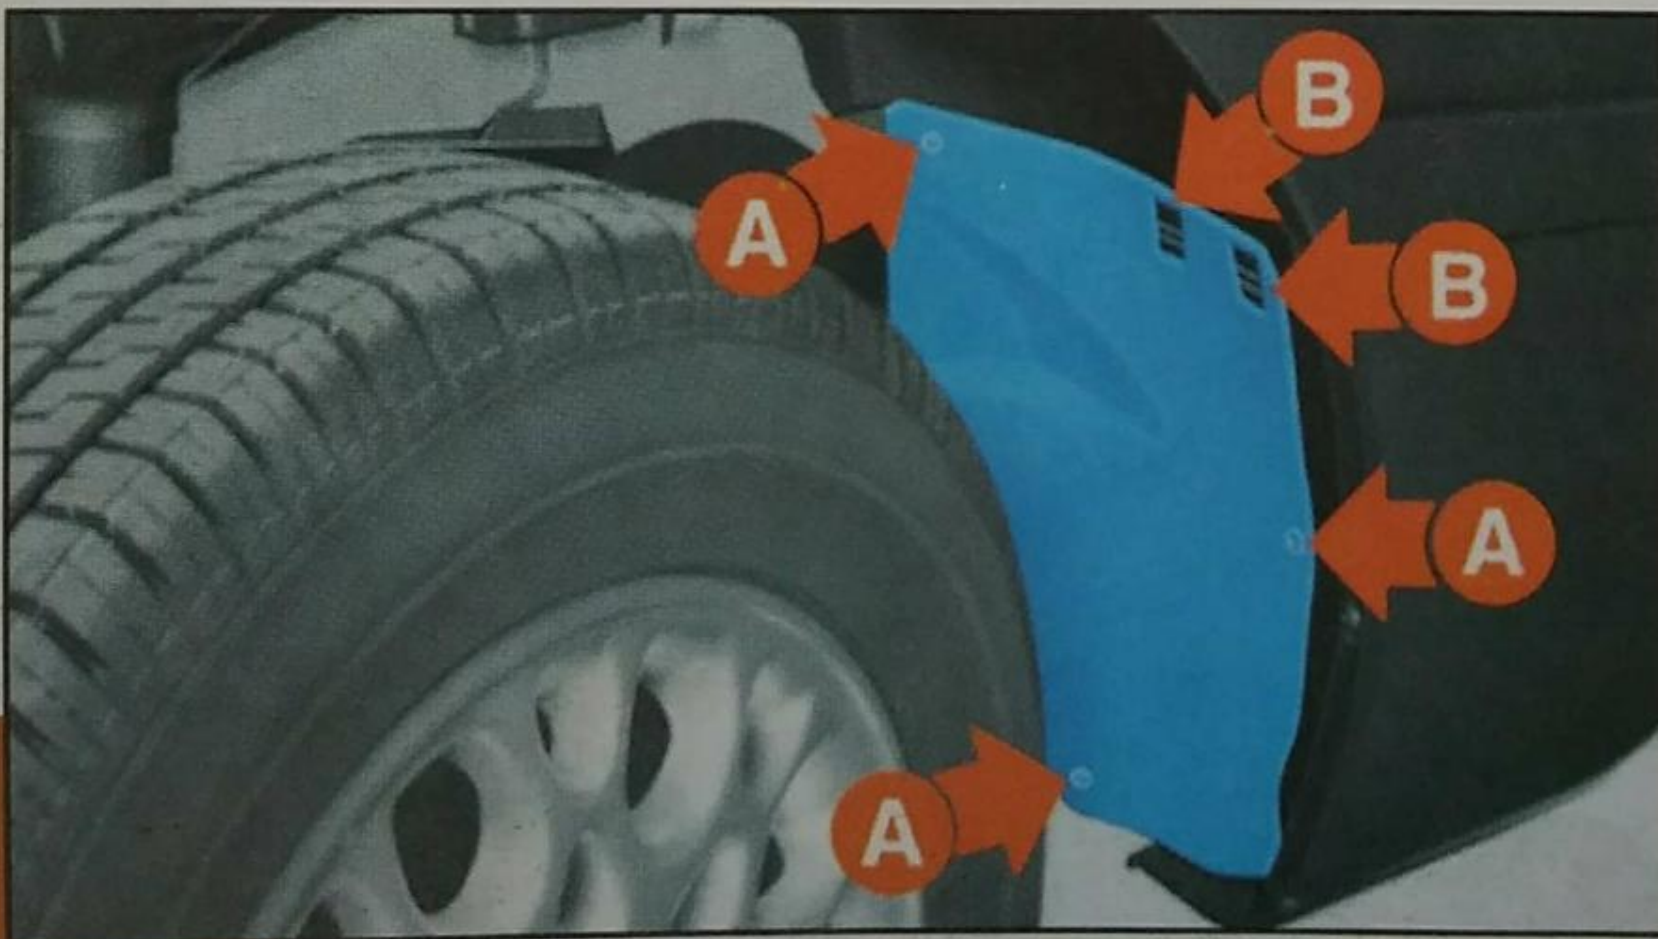

Fig. 18
2) Soltar los tornillos **A**-fig. 18 de la tapa de la caja de la rueda y bajarla.
6) Reinstalar la tapa de la caja de la rueda **fig. 18**, encajándola en los puntos de bloqueo **B** y recolocando los tornillos **A**.